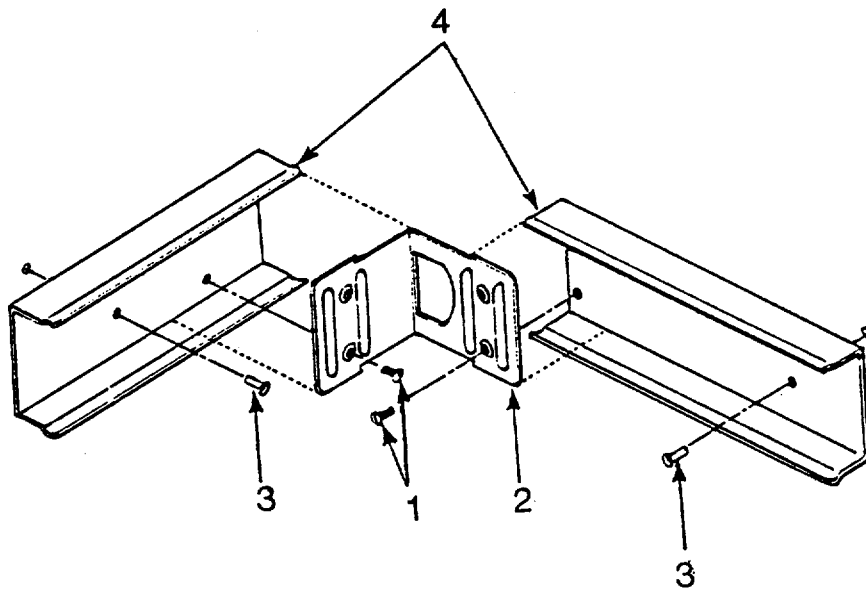

Figure 5-8. Right Angle Corner Conduit
(2) Replace Right Angle Corner Conduit. (See Figure 5-8.)